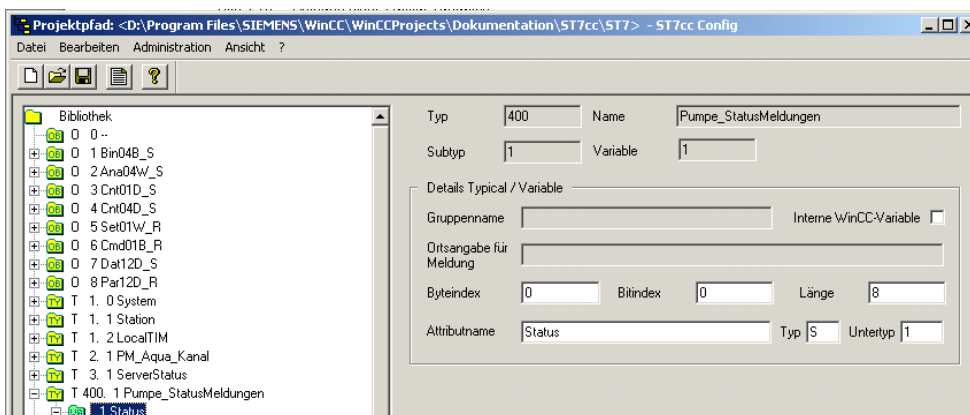

Bild 4-31 Eingabefelder zur Definition einer Variablen
3. Geben Sie in das Eingabefeld des Fensters *Hinzufügen* die Nummer (reine Verwaltungsnummer, 1 bis 999) der Variablen ein und bestätigen Sie die Eingabe mit *Ok*. Die Variable wird im Objektbaum (siehe Bild 4-31) sichtbar.
4. Selektieren Sie mit der linken Maustaste die zu bearbeitende Variable im Objektbaum (siehe Bild 4-31). Mit der Selektion werden Ihnen die Eingabefelder zur vollständigen Definition der Variable aufgeblendet.